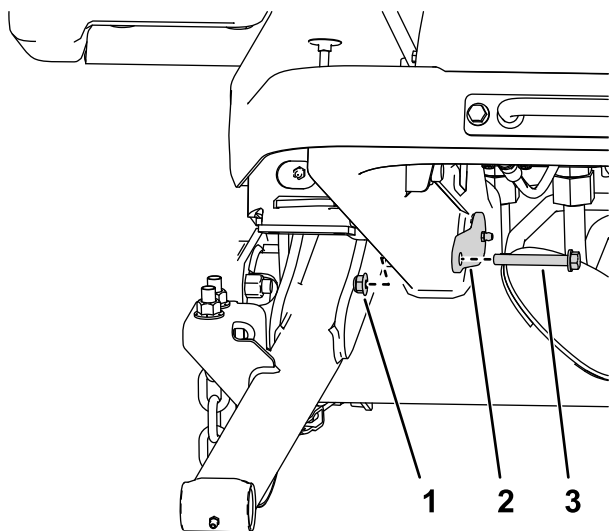

Figure 6
4. Avec 2 écrous ($\frac{3}{8}$ ") et 2 boulons ($\frac{3}{8}$ " x $2\frac{3}{4}$ "), fixez les grands axes sur le cadre (Figure 6).